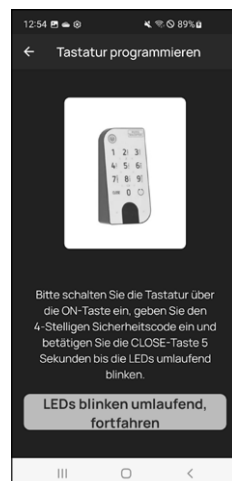

Abb. 8
- ⑨ Sie werden gebeten, die Tastatur in den Programmiermodus zu setzen (Abb. 8). Eine Anleitung dazu finden Sie im Kapitel „Tastatur in den Programmiermodus setzen“ auf Seite 3. Sobald sich die Tastatur im Programmiermodus befindet, erkennbar an den umlaufend blinkenden LEDs auf der Tastatur, tippen Sie in der App auf die Taste „LEDs blinken umlaufend, fortfahren“ (Abb. 8).
- ⑩ Nach einem kurzen Moment erhalten Sie eine Rückmeldung, dass die Daten übertragen wurden. Bestätigen Sie mit „OK“.